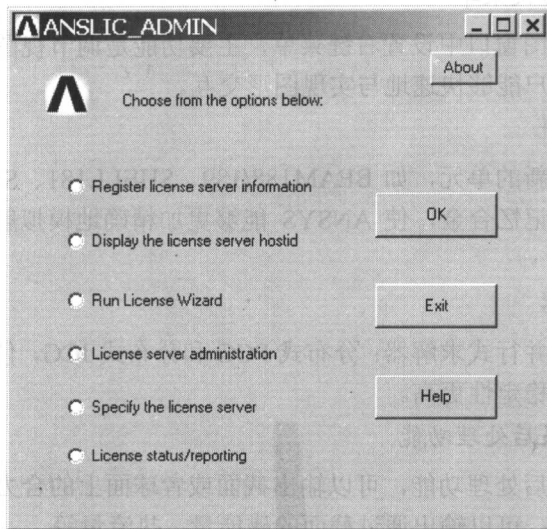

图 1.1 【ANSLIC_ADMIN】对话框
(1) 选择要作为 License Sever 的计算机。
(2) 安装 ANSYS FLEXlm Licensing。
(3) 在开始菜单的程序中找到【ANSLIC_ADMIN Utility】程序，出现如图 1.1 所示的对话框，在其中选择第一项【Register license server information】，单击【OK】按钮。
(4) 接着会弹出注册信息对话框。在其中填写相应的信息后，单击【OK】按钮，生成 LICSEVER.inf 文件。
(5) 将得到的 LICSEVER.inf 文件送到 ANSYS 销售商，从而会得到 License keys。
(6) 再次运行【ANSLIC_ADMIN Utility】程序，在如图 1.1 所示的对话框中选择【License server administration】项，单击【OK】按钮。